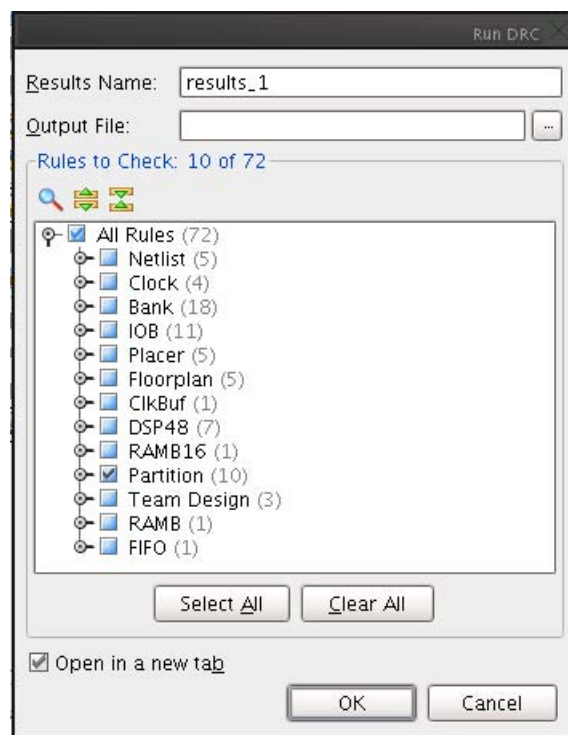

図 1-7 : パーティションの DRC の実行
3. [Run DRC] ダイアログ ボックスで [Partition] 以外のルールをすべてオフにして、[OK] をクリックします (図 1-7)。